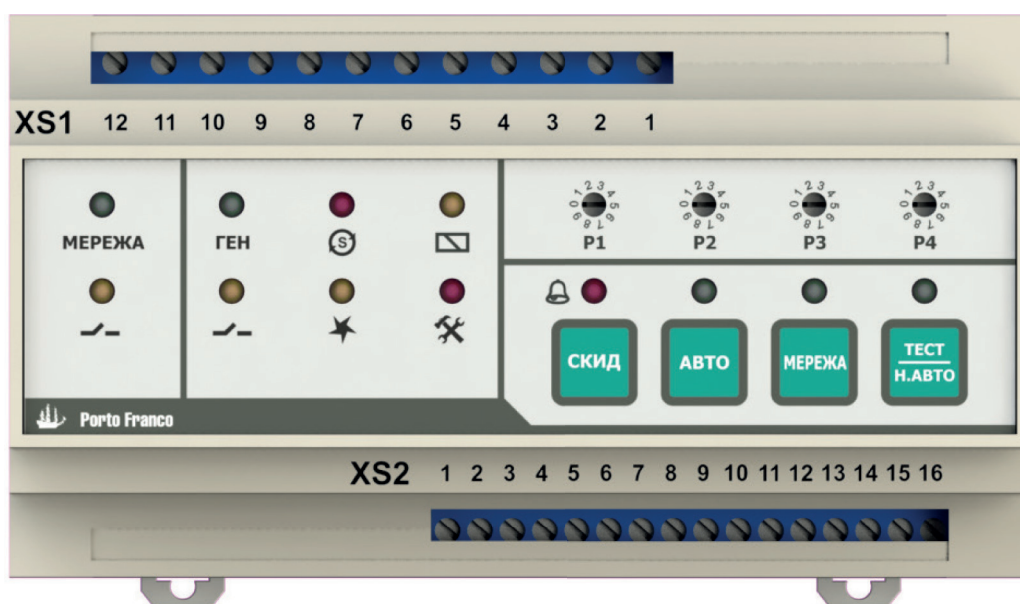
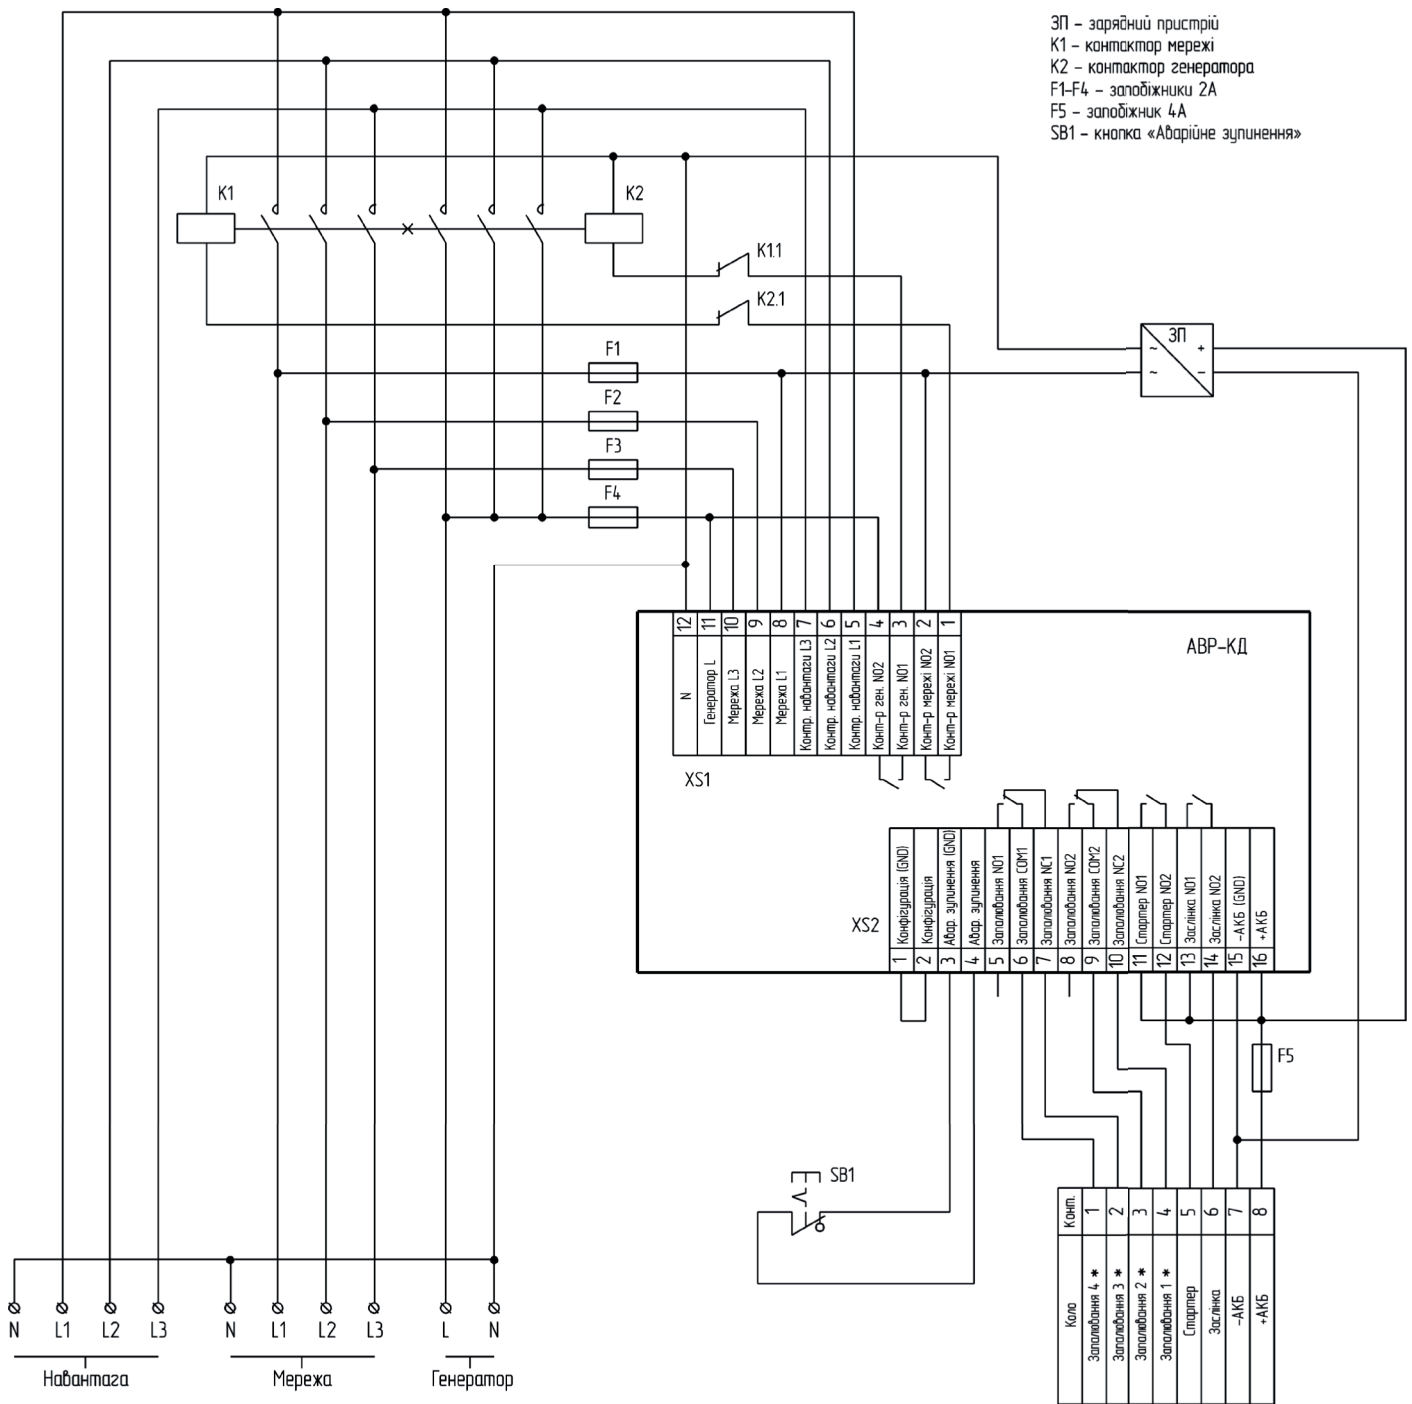

Рис. 6.1 – Клеми XS1, XS2 для підключення контролера АВР-КД
Рис. 6.3 – Приклад схеми підключення контролера АВР-КД для трифазної мережі
6.2.1 Клеми XS1 та XS2 для підключення контролера розташовані з двох сторін корпусу контролера (рис. 6.1). Призначення контактів клем представлено у таблицях 6.1, 6.2. Підключення зовнішніх електричних кіл до контролера здійснюється згідно з рекомендованими схемами підключення (рис. 6.3, 6.4). При підключенні акумулятора до контролера (XS2, конт. 15-16) рекомендується в коло плюсового проводу (XS2, конт. 16) включити запобіжник на 4 А (див. F5 на рис. 6.3, 6.4).